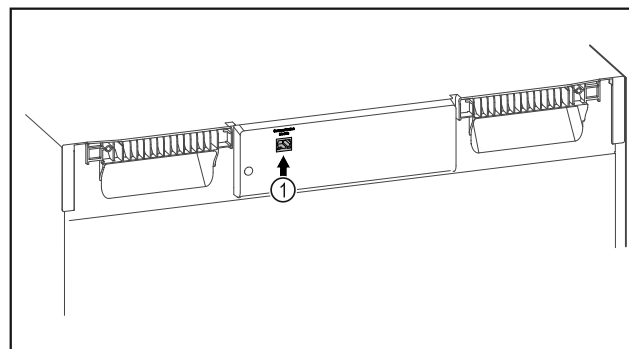

Fig. 96
- ☐ SmartModule Fig. 96 (1) inserito.